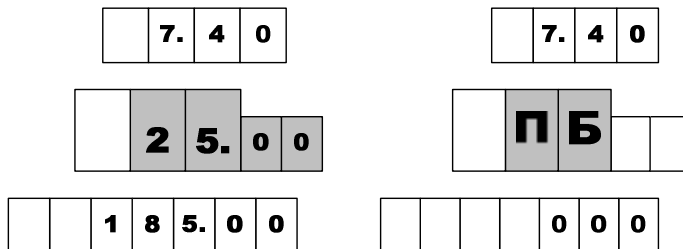

Рисунок 4
8.2 Для выдачи топлива необходимо задать дозу с системы управления. Когда устройство будет готово к отпуску топлива, в средней строке табло мигающими символами отобразится величина заданной дозы, а в случае отпуска "до полного бака" – символы "ПБ" (рисунок 4). Это дает клиенту удобный способ определить, когда можно начать заправку, а также убедиться, что задано именно то количество топлива, которое он заказывал. Для запуска налива необходимо снять раздаточный кран или подать команду "Пуск" с системы управления, после чего значения стоимости и объема на табло обнуляются. С этих пор на табло отображается *отпущенная* на текущий момент доза.